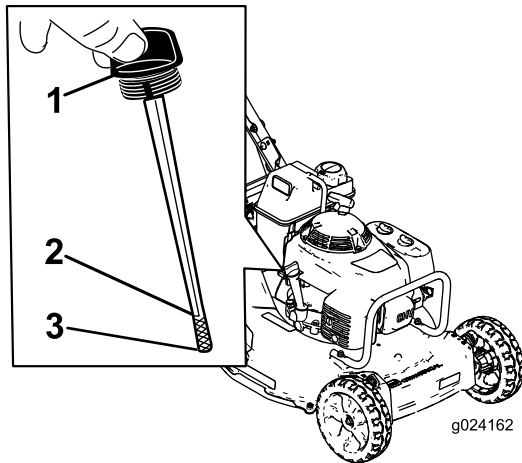

Figura 7
Antes de cada uso, compruebe que el nivel de aceite está entre las marcas de límite inferior y superior de la varilla (Figura 7).
2. Limpie alrededor de la varilla (Figura 7).